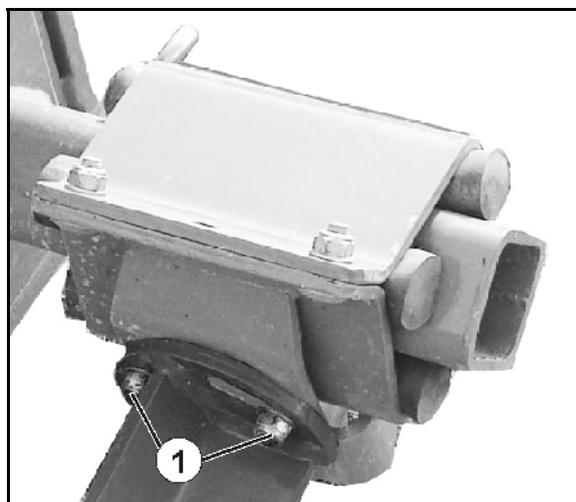

Fig. 61
2. Desserrez les 3 raccords à vis (Fig. 61/1)lösen.